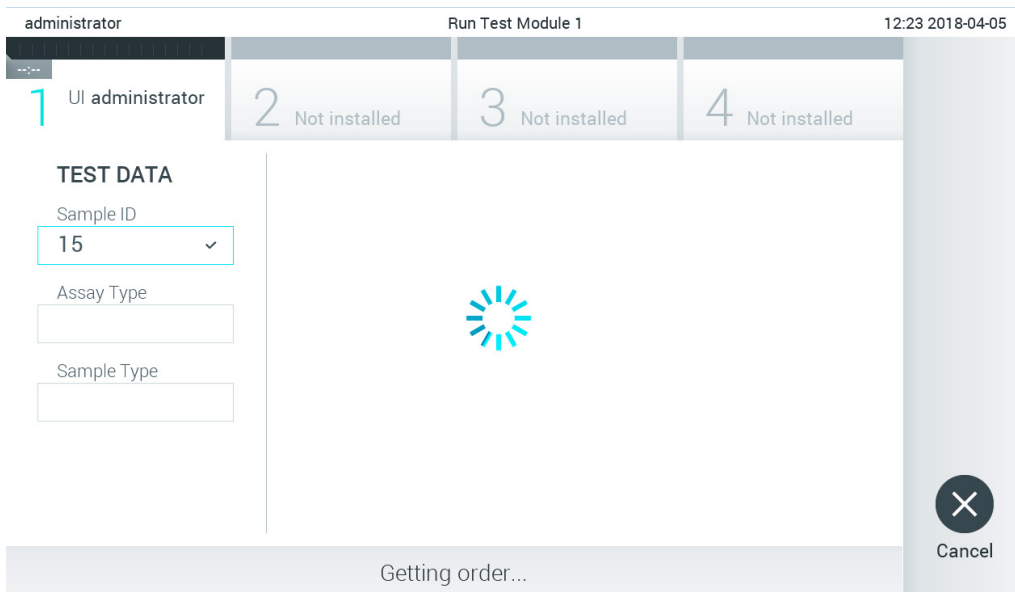

Figura 82. Exibição durante a recuperação do pedido de teste.
3. O ID da amostra será enviada para o host, enquanto o QIAstat-Dx Analyzer 1.0 aguarda o pedido de teste; a mensagem "Getting order..." (Obtendo pedido...) será exibida (Figura 82).